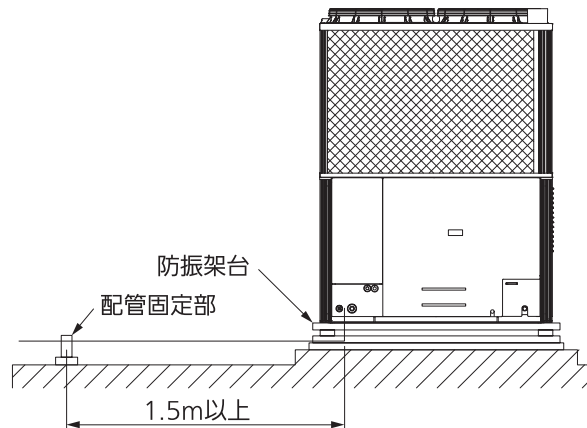

図 19：防振架台の使用例
- 冷媒配管の固定は図 19 のように配管固定部と各室外ユニットまでの距離が 1.5 m 以上になるようにしてください。